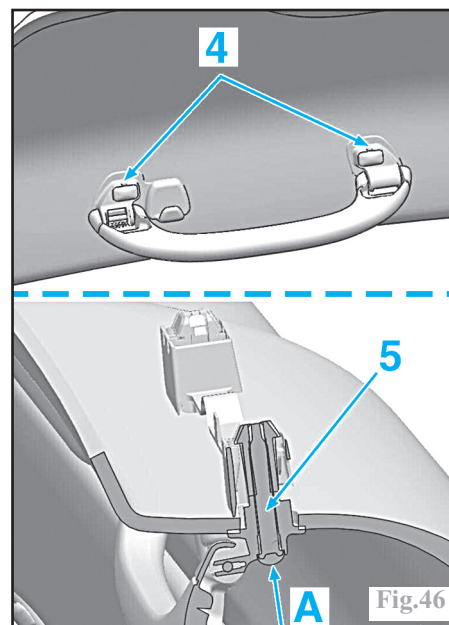

Fig.46
Insérer un tournevis dans les encoches (4), dégager le verrouillage (5) en le tirant vers A (de chaque côté) et déposer la poignée (Fig.46).